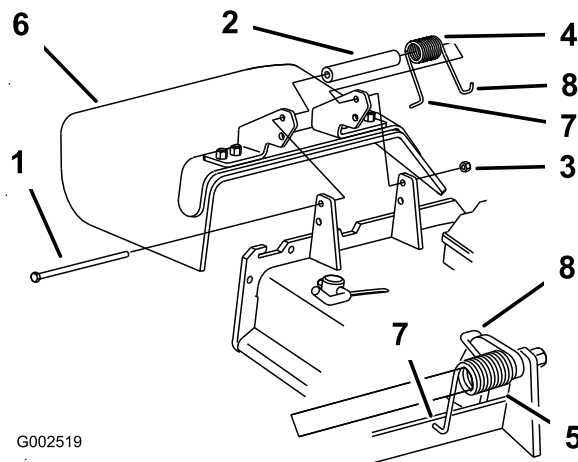

Figure 114
1. Retirez le contre-écrou, le boulon, le ressort et l'entretoise qui fixent le déflecteur aux supports de pivot (Figure 114).
de mettre le boulon en place, comme montré à la Figure 114
5. Accrochez l'extrémité en J du ressort au déflecteur d'herbe (Figure 114).